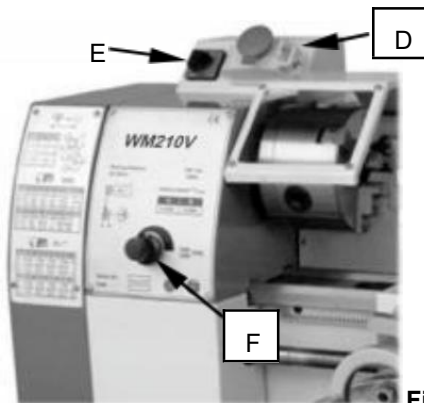

Fig .9
1. Nödsituation Knapp: ON/OFF-brytare (D, Fig. 9)
2. byta - över Omkopplare (E, Fig . 9)
3. variabel hastighet kontrollera omkopplare (F, Fig . 9)